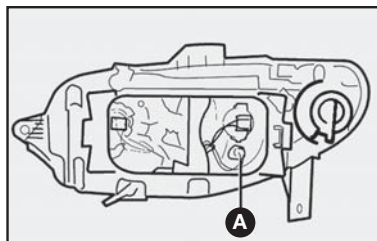

fig. 19
- 2) retirar o porta-lâmpada **A-fig. 19**;